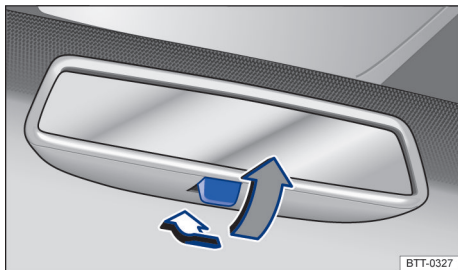

Fig. 97 No para-brisa: espelho retrovisor interno com antiofuscante manual.
- Para escurecer o espelho retrovisor, puxe a alavanca para trás → Fig. 97.